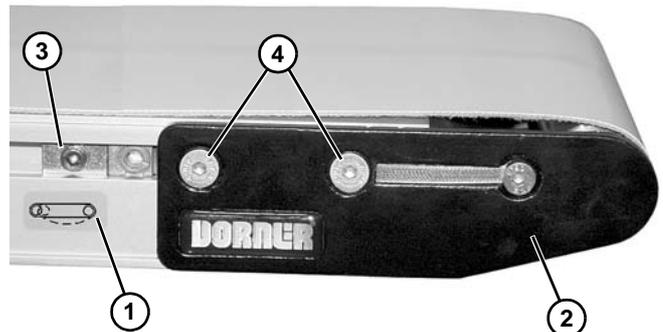

Figure 71
1. Sur l'extrémité où se trouve le tendeur de bande, identifié par , (**Figure 71, élément 1**) assembler en poussant la plaque de tête (**Figure 71, élément 2**) :
- a. Sur les deux côtés du convoyeur, desserrer et éloigner des plaques de tête les rives de guidage (**Figure 71, élément 3**) (si elles sont fournies).
- b. Desserrer les vis de fixation (**Figure 71, élément 4**) et pousser la plaque de tête vers l'intérieur.